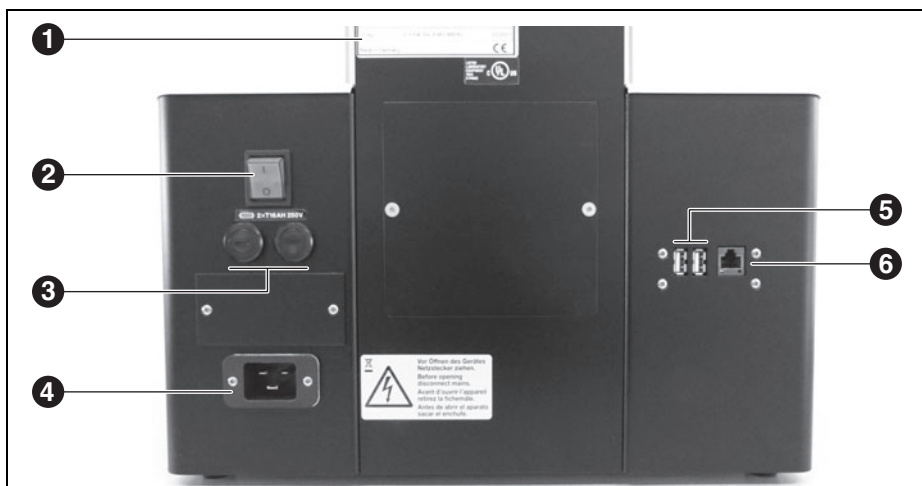

Fig. 3 Vue d'ensemble de l'appareil face arrière
- ▷ Si le four doit être commandé via un réseau (Ethernet) ou un ordinateur individuel : Connecter le câble réseau à l'interface au dos de l'appareil ([6] dans la figure 3 sur la page 92).